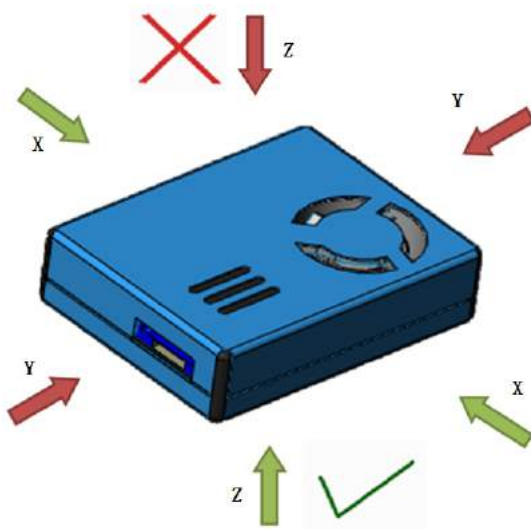

图 9
- 4、风扇为出风口，粉尘采集孔为进气口，在传感器使用过程中应尽量避免将传感器直接安置于净化器自身风道内部，如无法避免应针对传感器安装位置设立一个独立的空间结构，气流方位参照图 9 所示，传感器不要受到红色箭头方向的气流冲击，传感器风扇出风口周围 2cm 之内不能有遮挡物，在这个独立的空间中应避免传感器出风口气流直接回流至进风口，从而影响传感器检测值的准确性。